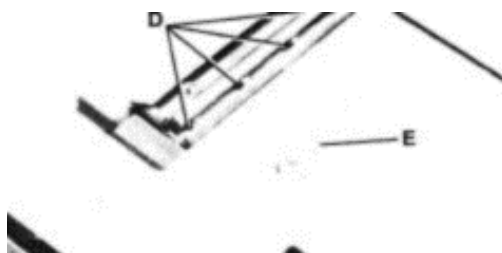
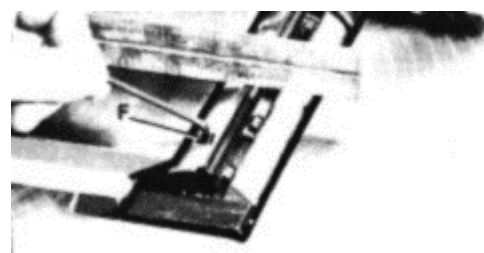

Рис. 29
Рис. 30
6. Если нож установлен слишком высоко или слишком низко на любом конце, слегка поверните пять винтов, четыре из которых показаны как (D) на Рис. 29, в стопорной планке ножа по часовой стрелке, чтобы ослабить их, используя гаечный ключ (E), входящий в комплект поставки. Затем отрегулируйте высоту ножа, повернув винты подъема ножа (F), Рис. 30, против часовой стрелки, чтобы опустить, или по часовой стрелке, чтобы поднять нож. ПРИМЕЧАНИЕ: Если нож должен быть опущен, то необходимо осторожно надавить на нож после поворота винтов (F). ПРЕДУПРЕЖДЕНИЕ: БУДЬТЕ КРАЙНЕ ОСТОРОЖНЫ, ЧТОБЫ ВАШИ РУКИ НЕ СОПРИКАСАЛИСЬ С